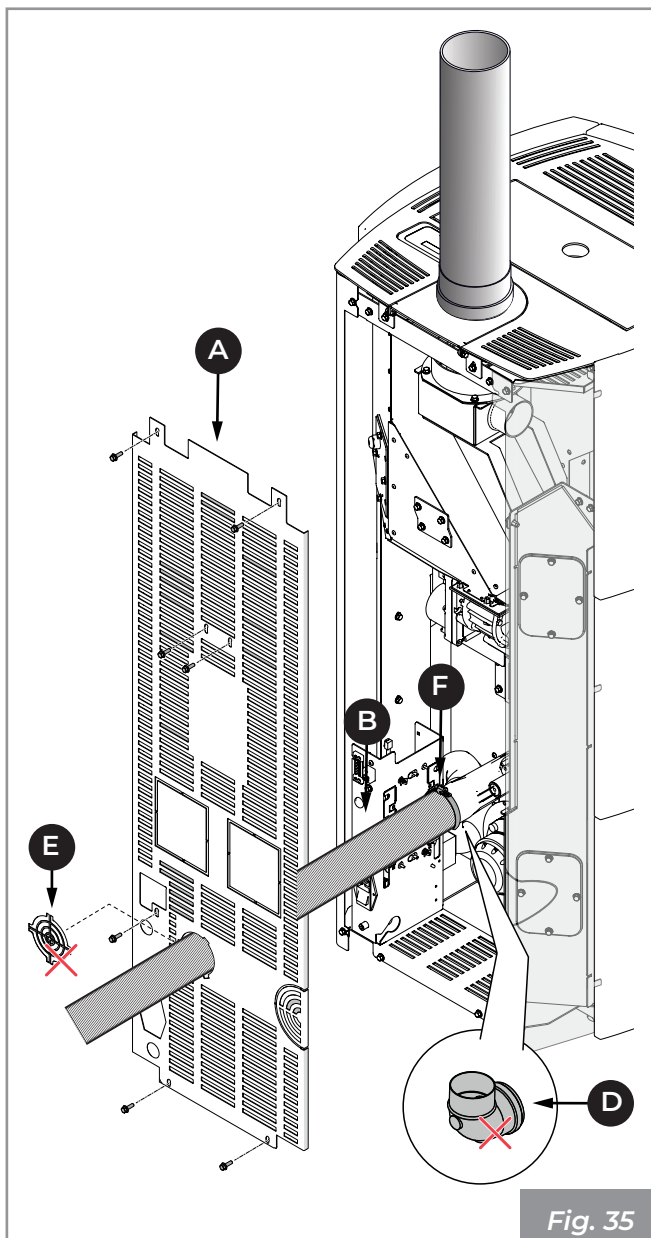

Fig. 35
- Quitar la curva (D)
- Quitar el precorte (E) en el respaldo (A) y hacer pasar el tubo flexible (B) para conectarlo a una toma de aire externa (Fig. 35).
- Apretar el tubo (B) con la abrazadera metálica (F) aflojada antes
- Volver a montar el respaldo (A)